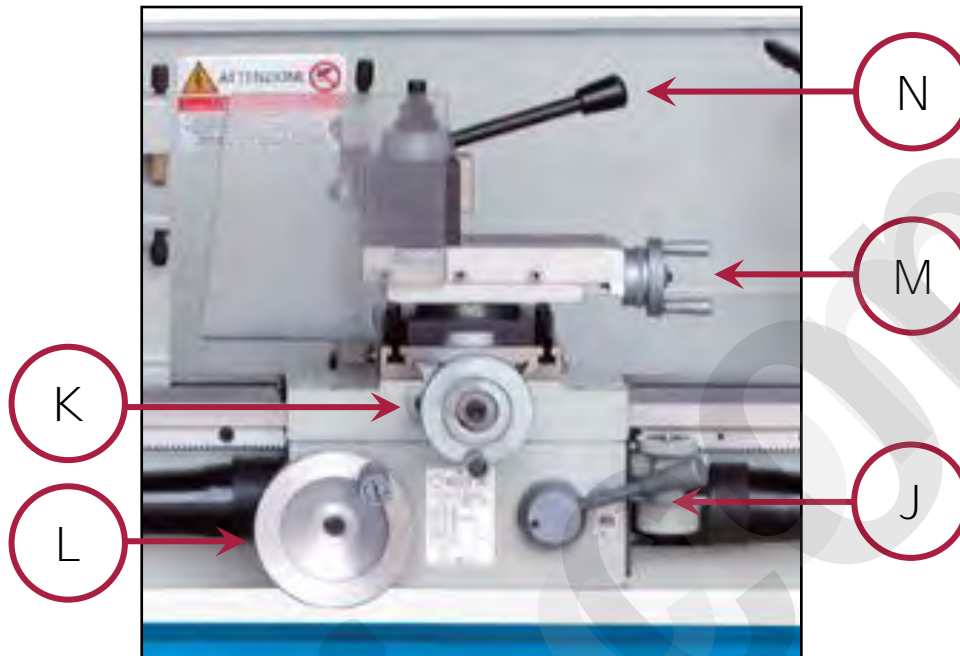

Figura 20 – Leve e volantini del carrello.
Sul carrello porta utensile vi sono sette comandi manuali (leve e volantini) che ne consentono la regolazione fine e l'avanzamento (vedere la Figura 20).
5. Inserire l'utensile sulla torretta del carrello porta utensile, e fissarlo con l'apposita leva di bloccaggio (rif. N in Figura 20).
6. Regolare la posizione del carrello e delle slitte porta utensile, utilizzando le leve ed i volantini appositi (vedere la Figura 20).
12. **Eeguire la lavorazione sul pezzo, avvicinando l'utensile al pezzo stesso, in rotazione, utilizzando i volantini che regolano il movimento fine delle slitte porta utensile (rif. K, L in Figura 20). Se necessario, avvicinare alla zona interessata dalla lavorazione, l'ugello del liquido refrigerante ed azionare la pompa.**